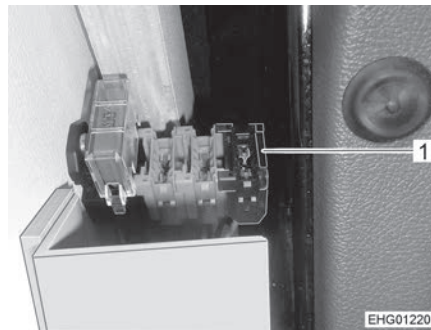

Fig. 169 Portafusibili, veicoli con guida a sinistra (Ford)
- Sostituire il fusibile nel portafusibili (Fig. 169,1).